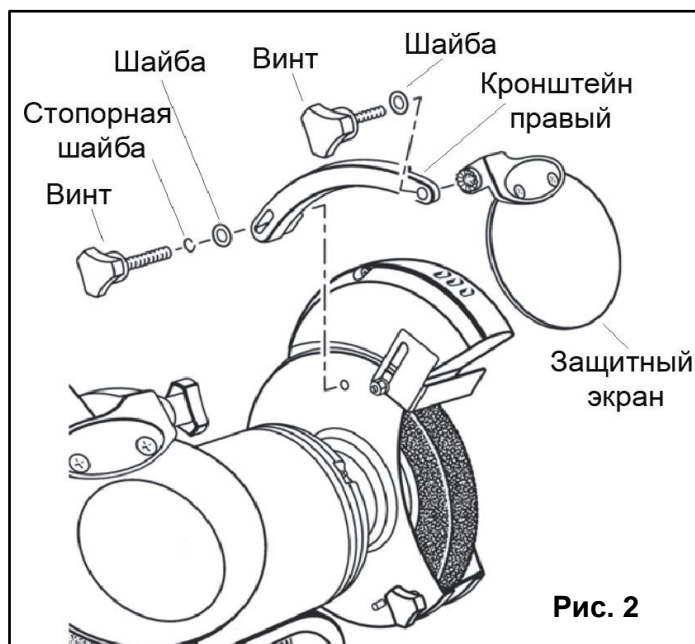

Рис. 2
#### Установка защитного экрана (Рис. 2)
- Прикрепите защитное увеличительное стекло к держателю при помощи винта (Рис. 2).